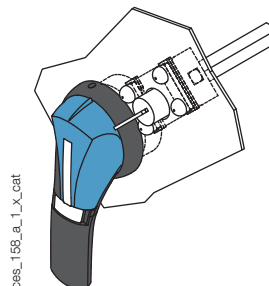

Bild 3
- durch RONIS-Schloss EL11AP oder CASTELL-Schloss Typ K bei externem Frontantrieb (Bild 3),